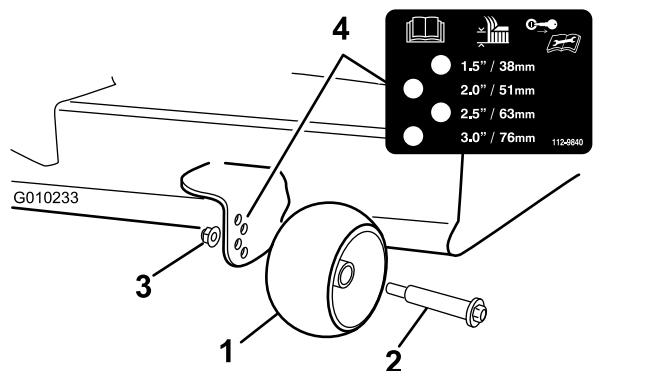

Figura 30
3. Reglaj rolele anti-scalp (Figura 30) pentru a se conforma celei mai apropiate poziții a înălțimii de tăiere.